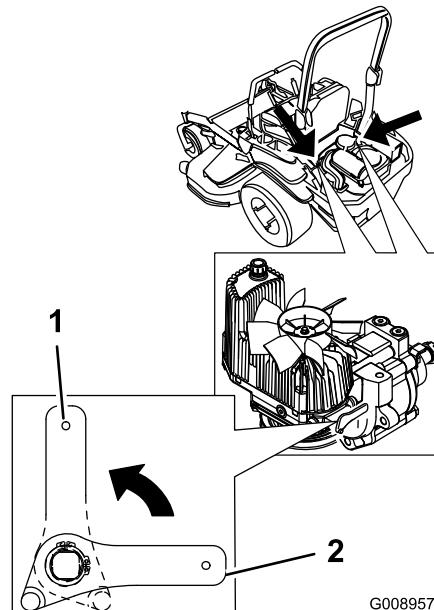

Figura 37
2. Gire las palancas de las válvulas de desvío a la posición vertical para empujar la máquina. Esto permite que el aceite hidráulico se devíe alrededor de la bomba, dejando que las ruedas giren (Figura 37).
4. Gire las palancas de las válvulas de desvío a la posición horizontal para conducir la máquina (Figura 37).